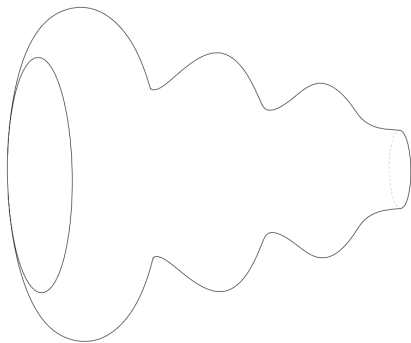

图 2-70 打开素材模型
(1) 单击常用工具栏中的【打开】按钮, 打开一幅素材模型, 如图 2-70 所示。